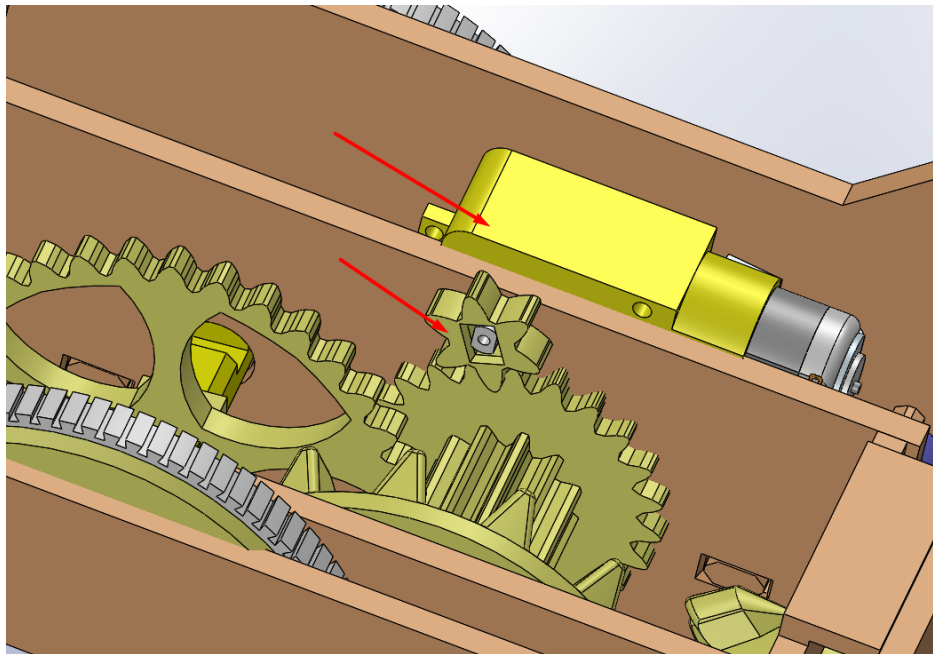

FIGURE 20
ÉTAPE 16: Nous prenons le petit engrenage numéroté 19 et l'insérons dans l'arbre du moteur, comme on peut le voir dans la figure 20.